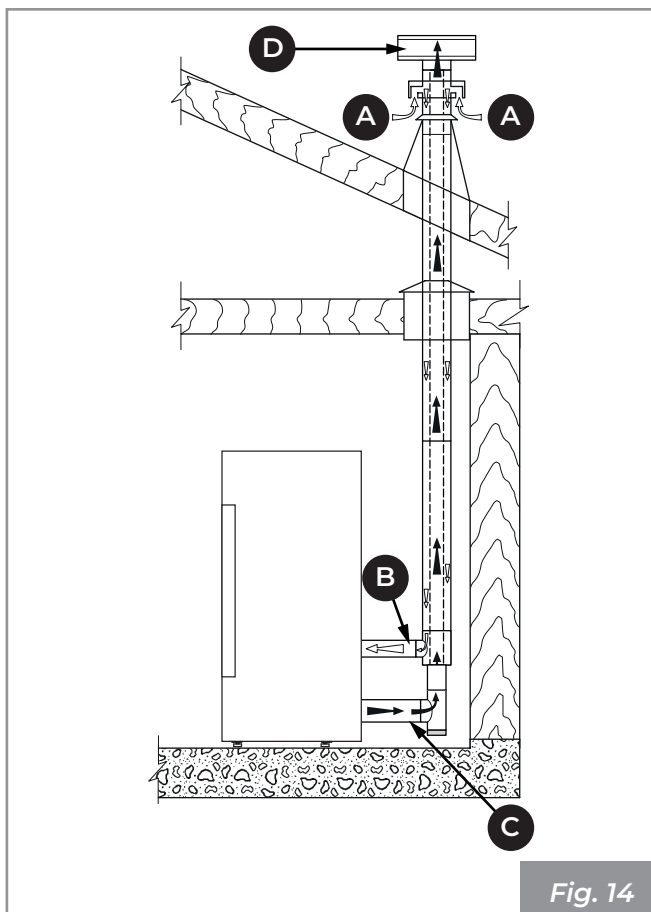
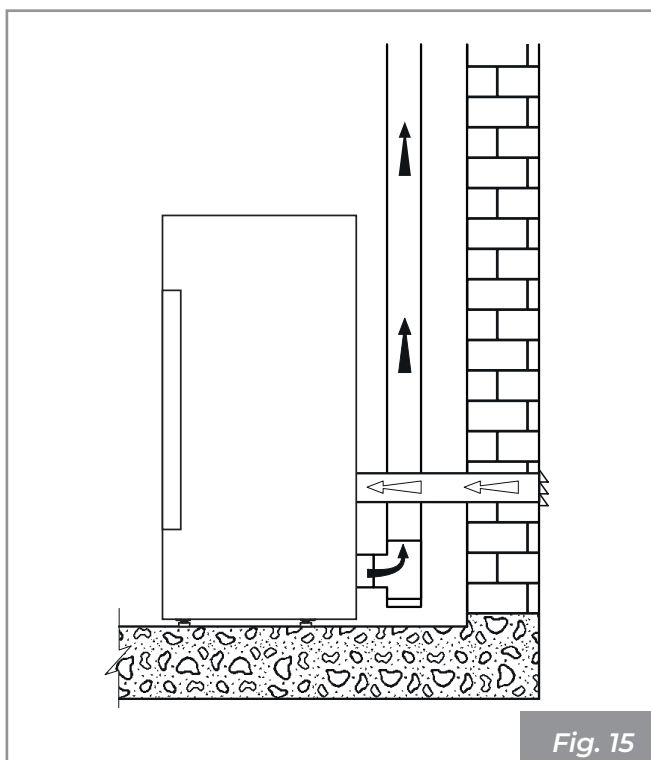

Fig. 14
Fig. 15
- il peut provenir directement de l'extérieur à travers un raccordement direct à la chambre de combustion (**Fig. 14 - Fig. 15**).
- canaliser l'air de combustion en utilisant un tube d'échappement coaxial pour l'expulsion des fumées et le prélèvement de l'air (**Fig. 14 - A, B** = Arrivée d'air, **C, D** = Évacuation des fumées) ; il n'est donc pas nécessaire de faire une prise d'arrivée d'air classique dans la pièce.
- relier l'entrée d'air de combustion de l'appareil à la prise d'air avec un conduit approprié (**Fig. 15**).